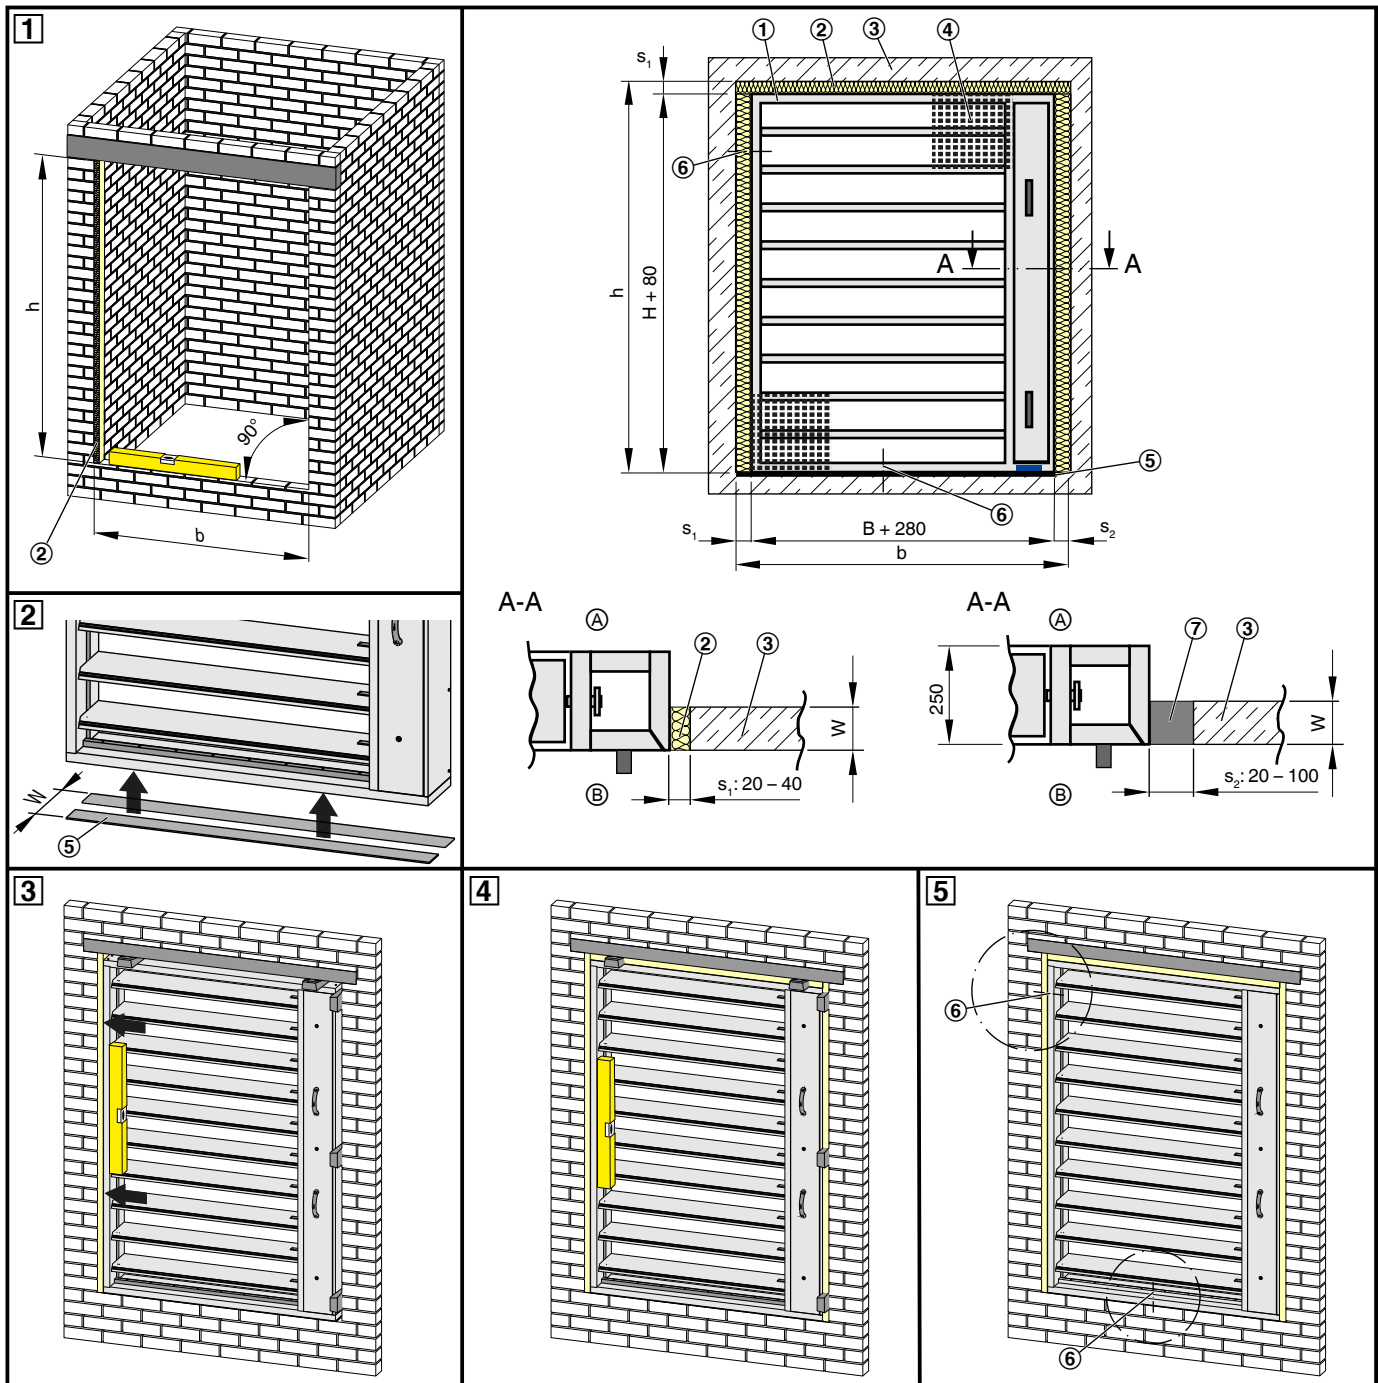

Abb. 8: Einbau in massiver Schachtwand
1. ▶ Einbauöffnung fachgerecht herstellen, siehe Abb. 8. Die Einbauöffnung muss rechteckig und eben ($\pm 5 \text{ mm}$) ausgeführt sein.
2. ▶ An der Entrauchungsklappe am unteren Rahmen einen Keramikfaserpapierstreifen (Abb. 8/5) aufkleben (Wanddicke), ↪ 15.
Die Entrauchungsklappe an den gekennzeichneten Stellen (Abb. 8/6) mit der Wand verschrauben (Rahmen vorbohren). Die Schraubverbindung so ausführen, dass der Rahmen der Entrauchungsklappe nicht durch die Schraube verzogen wird.